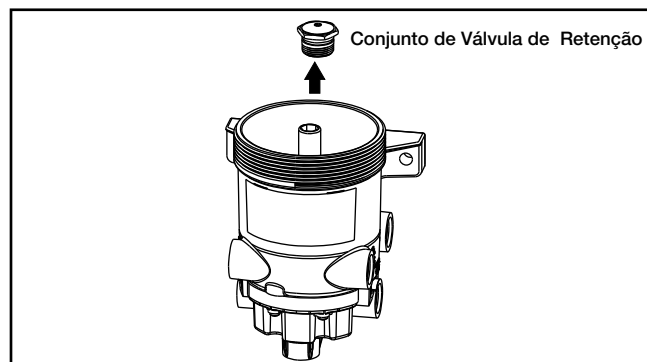

Figura 9 – Remoção do Conjunto de Válvula de Retenção
5. Remova o conjunto da válvula de retenção (veja a Figura 9).